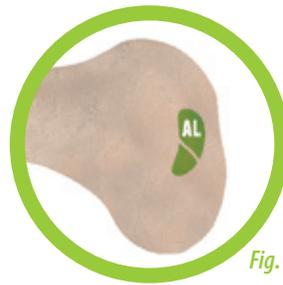

Fig. 12a
Régler l'angulation du viseur à 110°. La conservation des fibres d'insertion du LCP sur le condyle permet de garder les repères de son insertion anatomique. La reconstruction mono-faisceau porte sur le contingent antéro-latéral (AL), le plus volumineux. L'insertion du faisceau antéro-latéral est située sur la face axiale du condyle médial. (Fig. 12a)